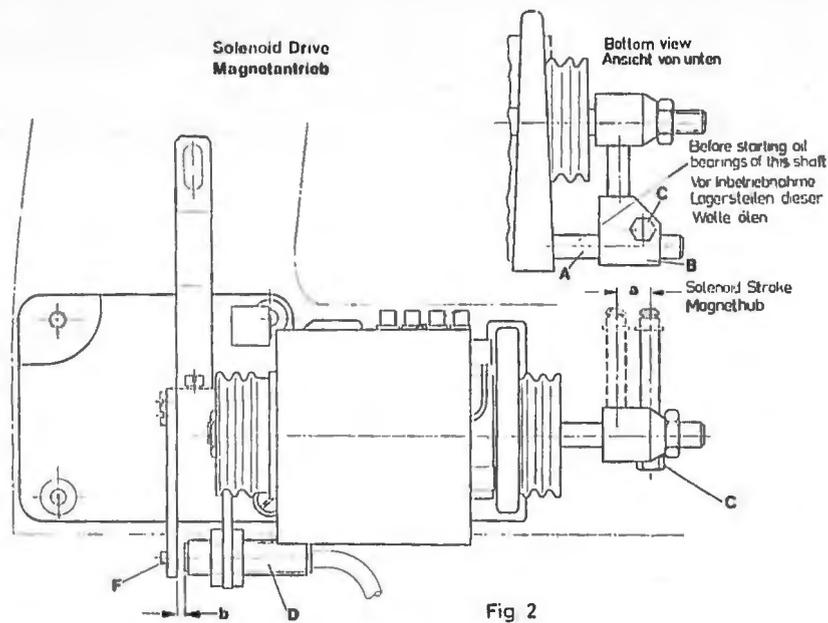

Fig 2
Loosen nut (C, Fig. 2) and move head (B) as required on shaft (A) to obtain the desired dimension "a" (Fig. 2) according to the following table:
Note: The dimension "b" (Fig. 2) is adjusted when the motor is switched on, as described under item 12.
Nach dem Lösen der Mutter (C, Fig. 2) kann der Kreuzkopf (B) auf der Welle (A) entsprechend verschoben werden und das Maß "a" (Fig. 2) nach folgender Tabelle eingestellt werden:
Beachten Sie: Das Maß "b" (Fig. 2) wird erst bei eingeschaltetem Motor, wie unter Punkt 12 beschrieben, eingestellt.